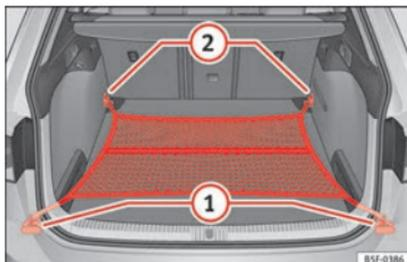

Abb. 181 Im Gepäckraum: flach eingehängtes Gepäckraumnetz (Modell LEON ST).
- Heben Sie ggf. die vorderen Verzurrösen »» Abb. 181 ② an.
- Hängen Sie die Haken in die Verzurrösen ② »» ⚠ ein. Der Reißverschluss des Gepäckraumnetzes muss dabei nach oben zeigen.
- Hängen Sie die Haken in die Verzurrösen ① ein.